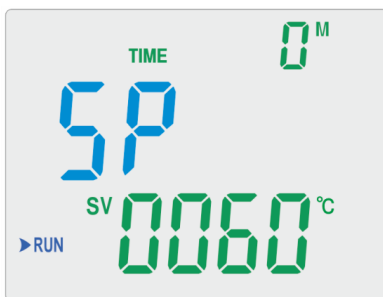

Рисунок 3
8.2.1. Нажать кнопку «НАСТР», регулятор перейдёт в режим установки температуры (Рисунок 3). При этом в средней строке дисплея отображается надпись «SP», а в нижней – текущее значение заданной температуры. Чтобы его изменить использовать кнопку ◀ для выбора разряда и кнопки ▲ или ▼ для изменения его значения.